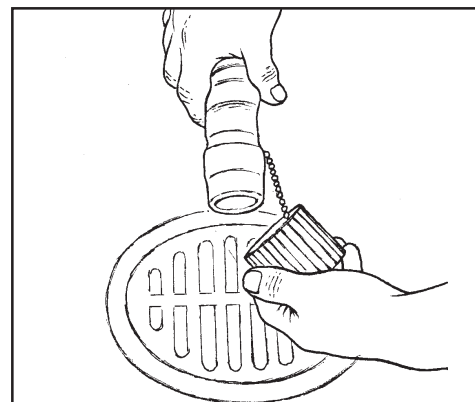

Figura 34
- 2.) Para abrir la válvula completamente, gire el conjunto totalmente hacia la izquierda. Tire del conjunto para separarlo de la válvula. (Figura 34).